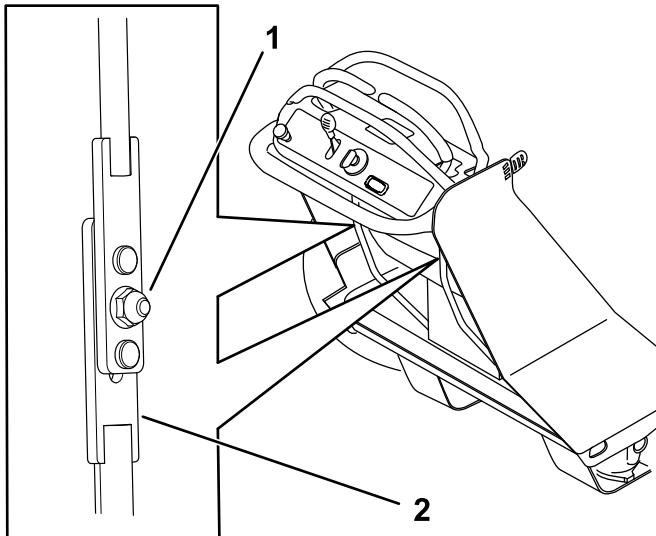

図 45
図 45。
6. 下側コントロールロッドを上下させてニュートラル位置を探す図 45。
7. ナットを締めつける図 45。
3. 図 45の調整ねじを使って、レバーの速度を増減する。